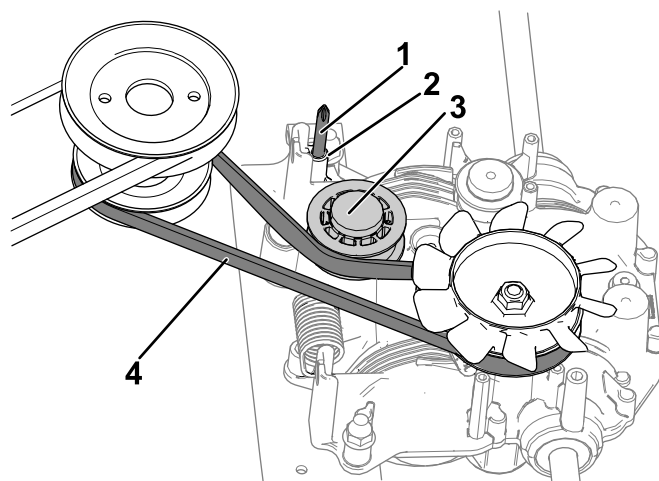

**Figura 48**
9. Retire o resguardo do atrelado removendo os dois parafusos que o seguram no sítio (Figura 48).